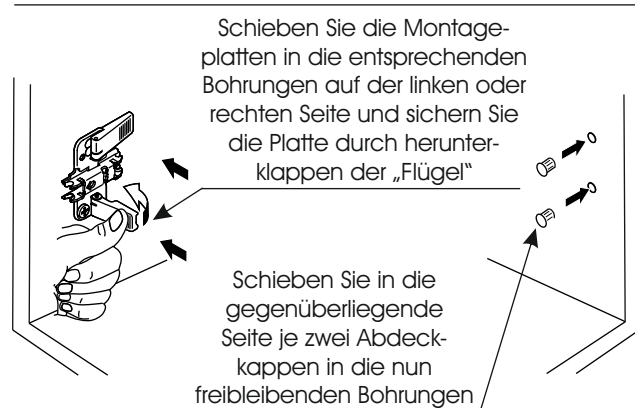

Abb. 4
6. Je nach Anschlagwunsch werden die Montageplatten in die entsprechenden Bohrungen an der rechten oder linken Seite geschoben. Verriegeln Sie die Montageplatten durch herunterdrücken der „Flügel“. (Abb. 4)